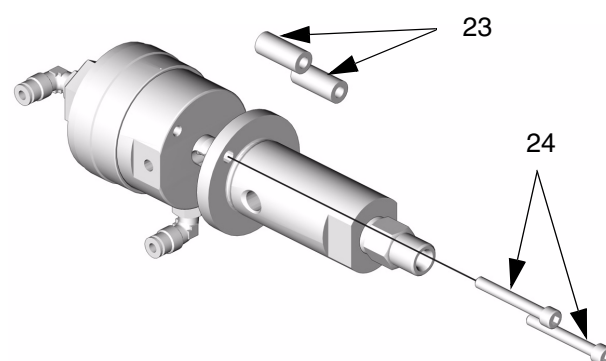

FIG. 2
4. Rimuovere le viti (24) e i distanziali (23). Vedere FIG. 2.